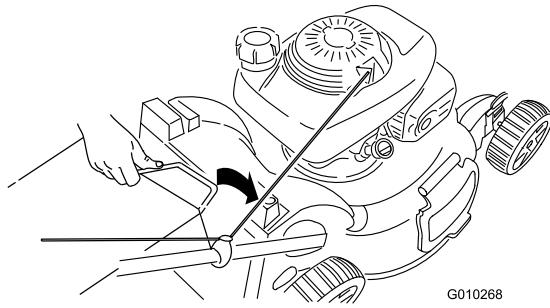

Figura 28
3. Introduzca el asa de la bolsa de recogida en las ranuras de la parte superior del cortacésped (Figura 28).